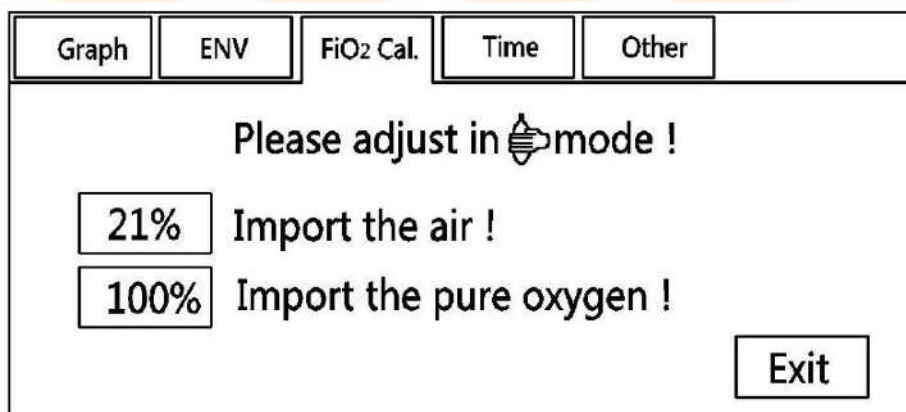

Fig.22 Superficie de calibración de concentración de oxígeno
- Toque **FiO2California**. Botón para ingresar a la superficie de calibración de concentración de oxígeno o gire la perilla (elemento 4 en la fig. 5) a **FiO2California**. botón y presione la perilla (ítem 4 en la fig.5) para ingresar a la superficie de calibración de concentración de oxígeno, vea la fig. 22;